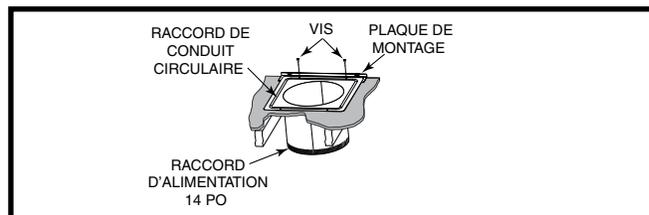

Figure 13. Raccord de conduit circulaire installé
- Assurez-vous que les ouvertures de l'alcôve sont découpées aux dimensions indiquées à la Figure 13 \(page 11\).
- Assurez-vous que les ouvertures de l'alcôve sont découpées aux dimensions indiquées à la Figure 13, plus la hauteur du support ascendant Figure 21 \(page 17\).
- Installez la plaque de montage sous la surface arrière du raccord de conduit. Voyez la Figure 13. **REMARQUE :** Alignez les trous pour vis dans les deux composantes.